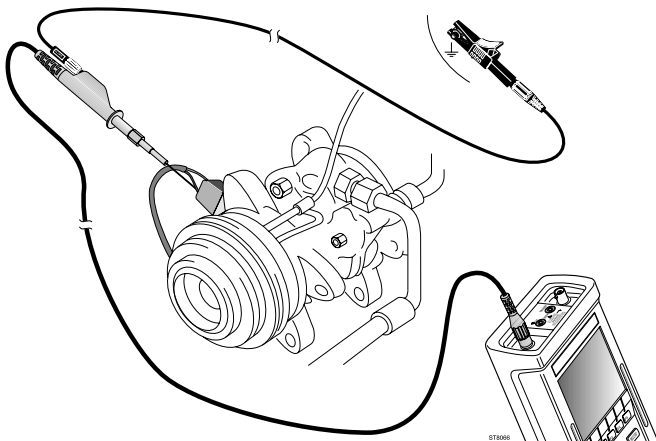

Bild 77, Freilaufdiodentest
3. Schließen Sie die Meßleitungen so an, wie dies von der Funktion **Anschlußhilfe** und in Bild 77 dargelegt wird.